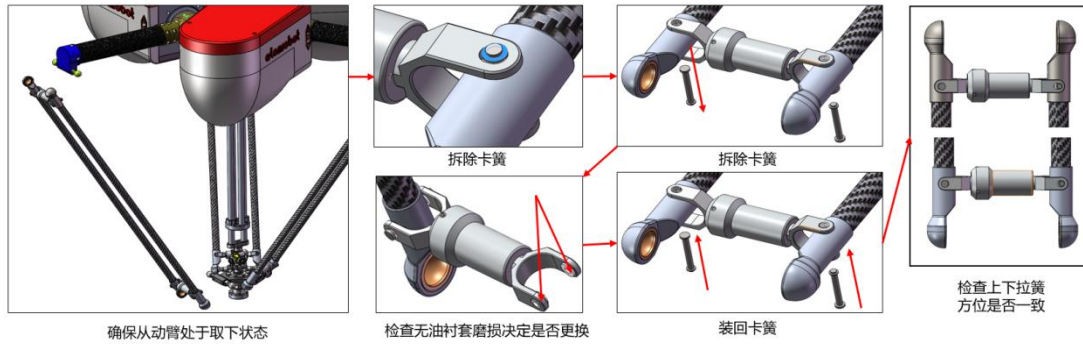

图 3-5 更换拉簧及无油衬套
- 3、若调紧后依然无效，则需要更换拉簧组件；同时针对第五种情况，在更换拉簧组件的同时也可以完成对无油衬套的更换。方式如图 3-5：